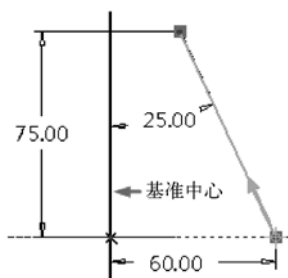

图 3-153 绘制扫描轨迹线
- 单击“扫描为曲面”按钮 。在“参考”选项板中单击 按钮，选择 RIGHT 平面后进入草绘环境，绘制扫描轨迹线（注意，必须绘制基准中心线），如图 3-153 所示。